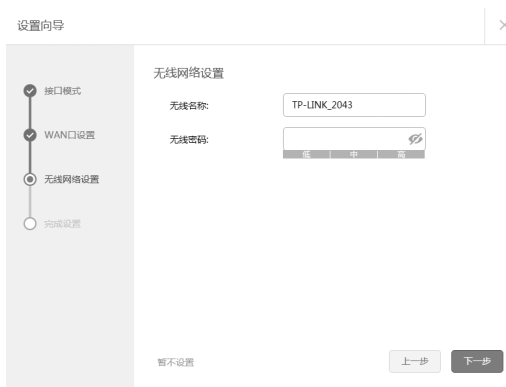

图4-5 无线网络设置
8. 设置完成后，单击“下一步”，进行无线设置。如图4-5所示，对无线名称和无线密码进行设置。